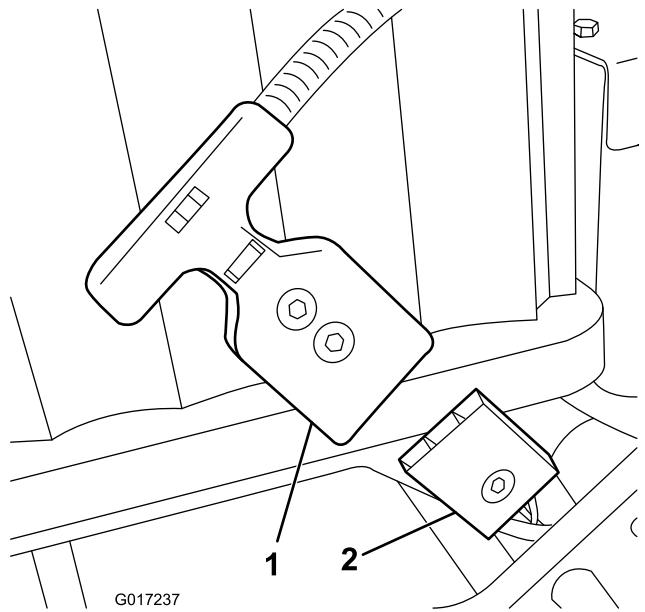

Bild 2
5. Ziehen Sie den T-Griffanschluss des Kabelbaums des Batterieadapters vom P04-Anschluss des Batteriekabelbaums ab (Bild 2).